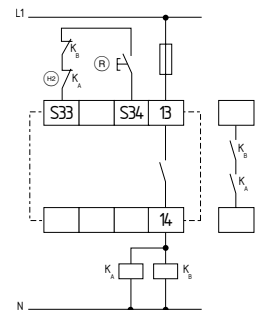

Fig. 9
**Controllo a due canali con circuito di ripristino (vedere Fig. 9)**
- (R) = circuito di ripristino: